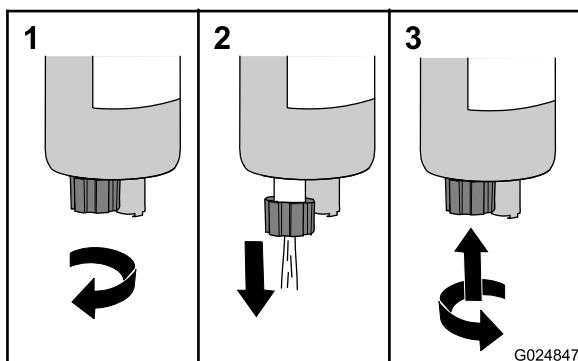

Figura 22
3. Gire a válvula de drenagem no sentido anti-horário em aproximadamente 3 e meia voltas até que a válvula caia do separador de combustível/água (Figura 22).
4. Drene a água e o sedimento do separador até que o combustível claro esteja visível (Figura 22).
5. Levante a válvula e gire no sentido horário até que esteja firme (Figura 22).